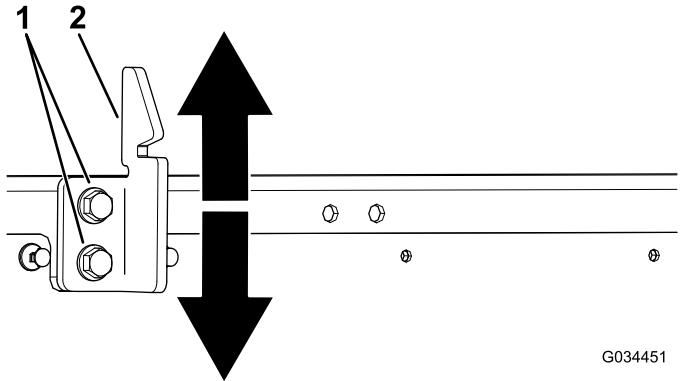

Figura 53
3. Afloje los 2 pernos en el cerradero del cierre de la caja y desplácelo hacia arriba o hacia abajo, en función de si está demasiado alto o bajo (Figura 53).
4. Apriete los 2 pernos del cerradero del cierre de la caja (Figura 53).